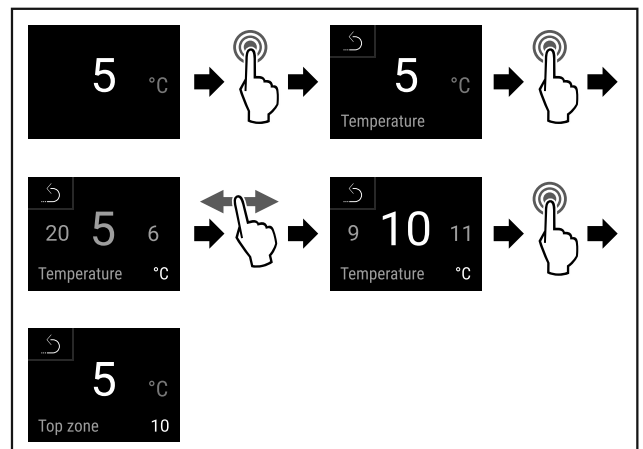

Fig. 67
- Handlungsschritte (siehe Fig. 67) durchführen.